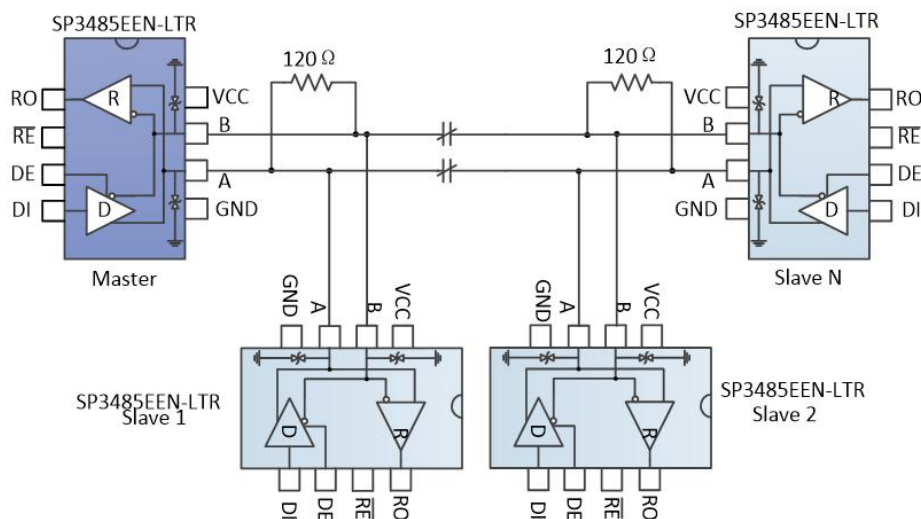

图 9 总线式 RS485 半双工通讯网络
4.1 总线式组网：SP3485EN-L/TR RS485 收发器设计用于多点总线传输线上的双向数据通信。图 9 显示了典型网络应用电路。这些器件也能用作电缆长于 4000 英尺的线性转发器，为减小反射，应当在传输线两端以其特性阻抗进行终端匹配，主干线以外的分支连线长度应尽可能短。